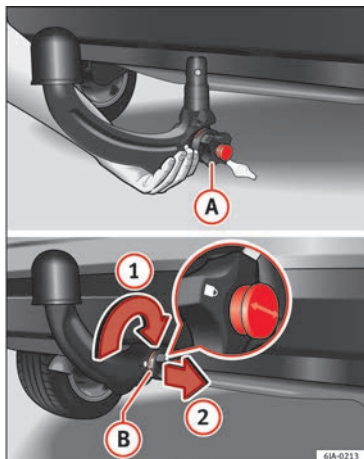

Fig. 197 Colocação da barra de cabeça esférica/fecho da fechadura e extração da chave.
- Segure a barra de cabeça esférica por baixo » **Fig. 197** e introduza-a no casquilho de fixação até ao limite e ouvir que encaixa » **⚠**.